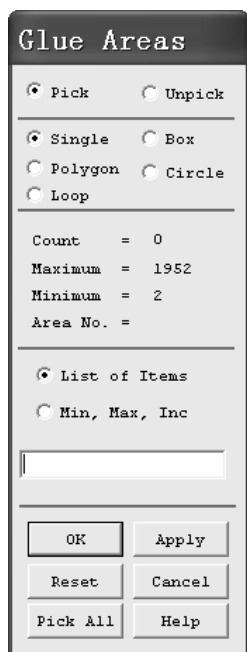
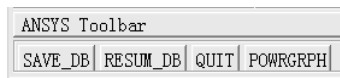

图 10-67 “Glue Areas” 窗口
图 10-68 工具条
(1) 依次选择 Main Menu>Preprocessor>Modeling>Operate>Booleans>Glue>Areas，出现“Glue Areas”窗口（见图 10-67）。
(2) 单击“Glue Areas”窗口中的“Pick All”按钮，将各个模具上的分块“焊接在一起”。
(3) 单击操作界面左上角工具条中的“SAVE\_DB”按钮（见图 10-68），保存文件。如果看不到“SAVE\_DB”按钮，可以先单击一下“ANSYS Toolbar”。